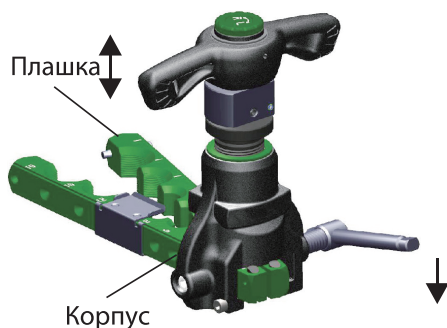

Рис. 10
8. Разъедините плашку с развальцовкой. (рис. 10).